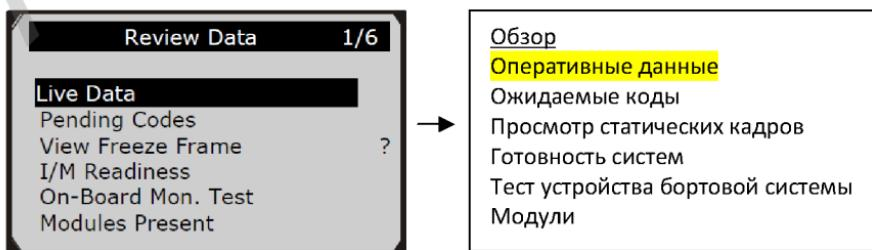

Рис. 4.1
- 2) Воспользоваться кнопками прокрутки **UP/DOWN**, чтобы выбрать требуемый пункт в меню **Review Data**, затем нажать кнопку **OK** (рис. 4.1).